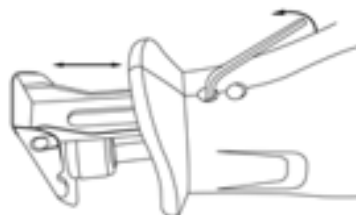

Рис. 1
1. Ослабьте два винта, расположенных под резиновой накладкой (Рис. 1), потяните или подтолкните опорную платформу для установки в нужное положение.